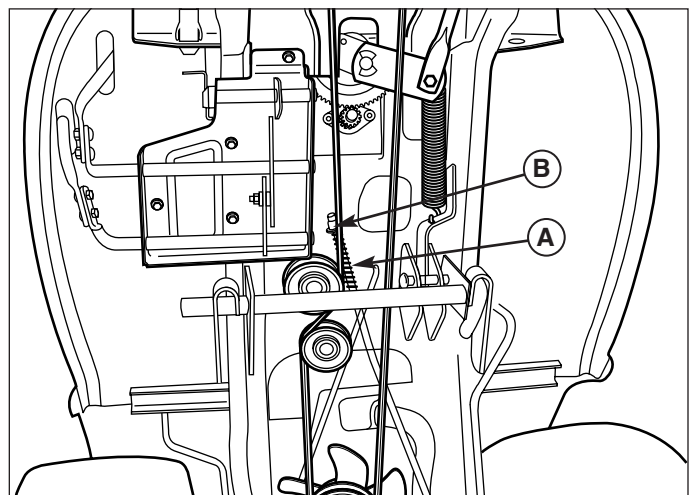

Figure 47. Réglage du ressort de frein
3. Localiser le ressort de frein (A, figure 47) et l'écrou de réglage (B).
Si le ressort ne se trouve pas dans cette plage, faire tourner l'écrou de réglage (B, figure 47) pour comprimer ou relâcher le ressort.